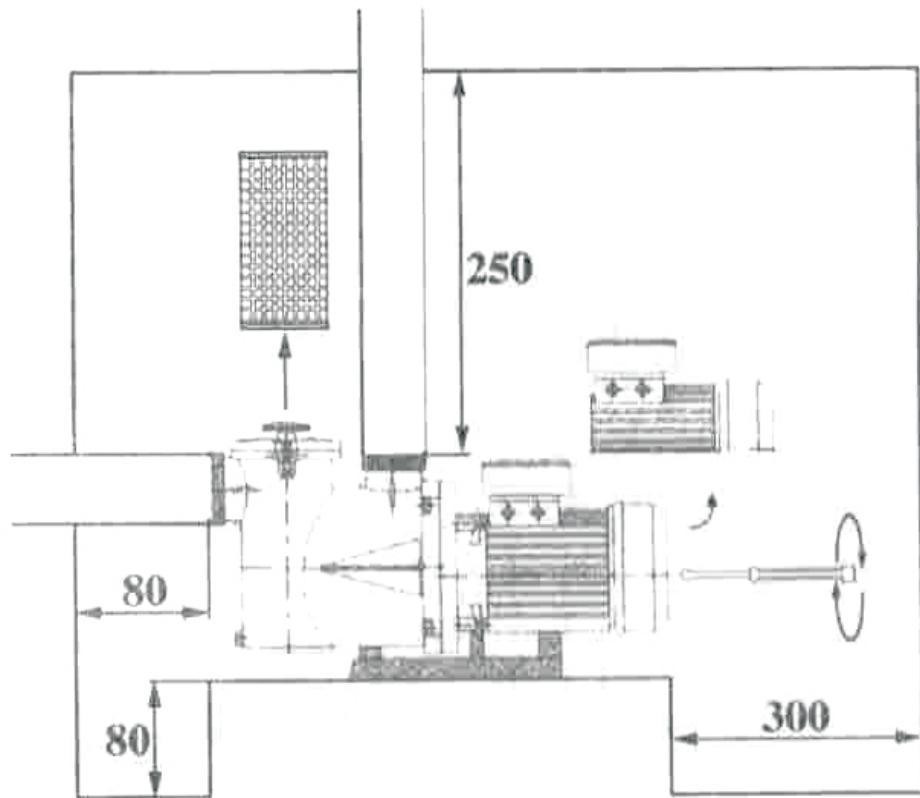

рис. 1
Убедитесь, что вал двигателя свободно вращается; запрещается запускать насос при блокированном двигателе. Для ручного запуска с помощью отвертки, на конце вала со стороны вентилятора имеется паз (рис. 1 страница 37). В трехфазных двигателях, работающих в обратном направлении крыльчатка (13) может открутиться. Обратное вращение может стать причиной механических повреждений. Запустите двигатель на несколько секунд и убедитесь, что направление вращения совпадает с направлением обозначенным стрелкой на крышке вентилятора. В противном случае свяжитесь с монтажником (смените фазы).